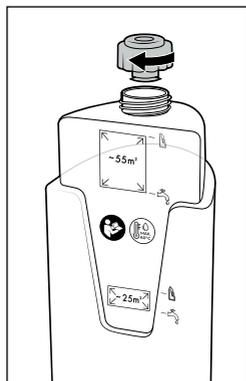

Afb. 8
- ◆ Vul het schoonwaterreservoir **11** voor kleine oppervlakken  (tot 25 m²) tot de eerste peilstreep  met leidingwater of gedestilleerd water (zie afb. 8).
- ◆ Voeg aan het water in het schoonwaterreservoir **11** voor kleine oppervlakken  (tot 25 m²) tot de tweede peilstreep  schoonmaakmiddel toe (zie afb. 8).